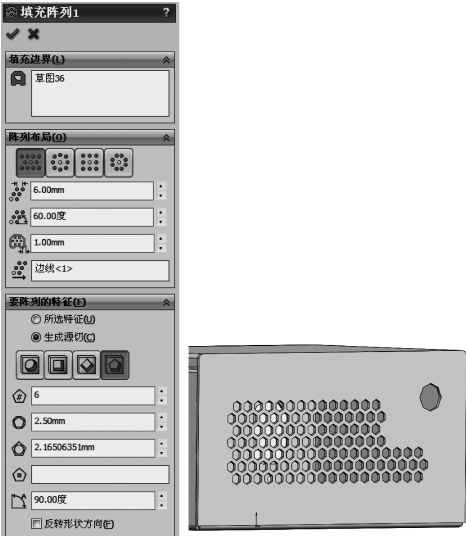

图 14-31 填充阵列特征 1
15) 单击【特征】工具栏中的 （填充阵列）按钮，【属性管理器】中弹出【填充阵列】属性设置。在【填充边界】选项组中，设置 （选择面）为草图 36；在【阵列布局】选项组中单击 （穿孔）按钮，并设置 （实例间距）为 6.00mm，（交错断续角度）为 60.00 度，（边距）为 1.00mm，（阵列方向）为边线 1；在【要阵列的特征】选项组中，选择【生成源切】，选择形状为 （多边形），单击 （确定）按钮，生成填充阵列特征，如图 14-31 所示。